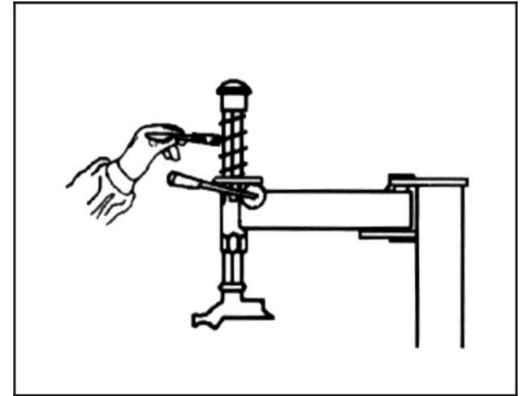

Fig 27
- Brug dieselolie til at vaske den sekskantet stang og den kvadratiske vandrette arm (Fig. 27).